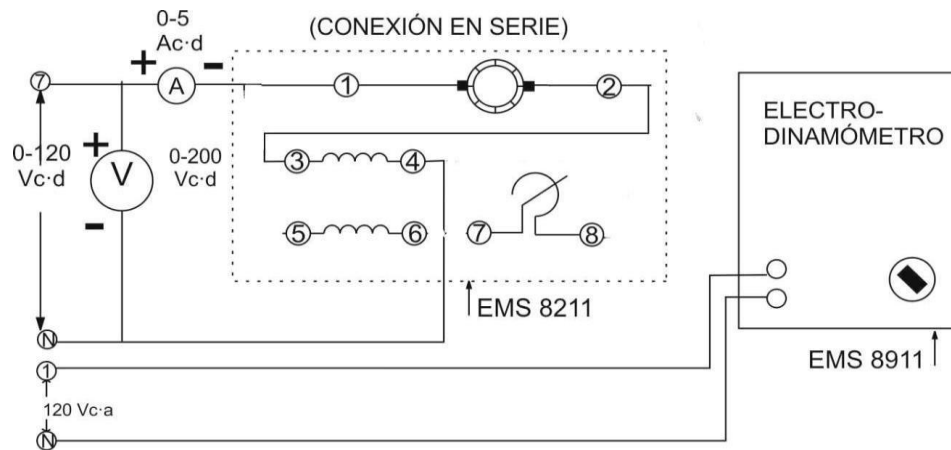

Figura 1
1. Conecte el circuito ilustrado en la figura 1, utilizando los Módulos EMS de fuente de energía, motor/generador de c-d, medición de c-d y electrodinamómetro.